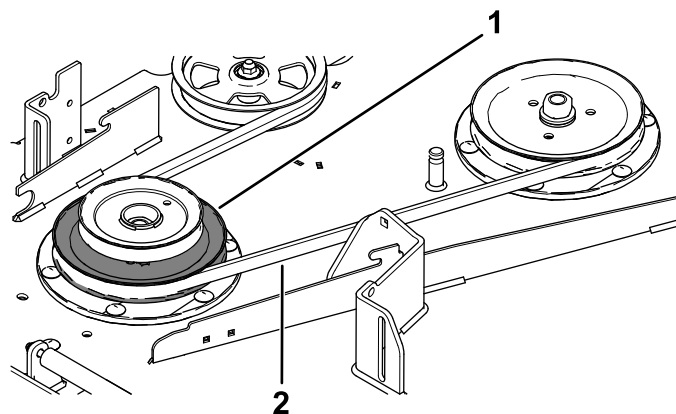

Figura 21
11. Instale a correia do cortador em redor da polia inferior da polia dupla (Figura 21).